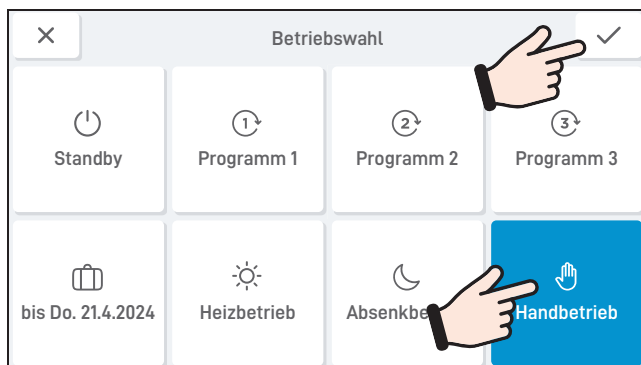

Fig.25 Handbetrieb auswählen und bestätigen
- ▶ Handbetrieb auswählen und bestätigen ✓ – Fig.25.